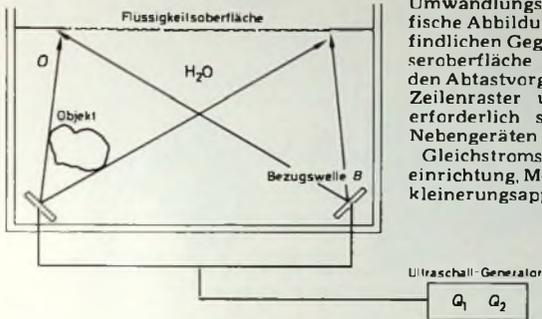

Bild 16. Anordnung zur Aufnahme eines Ultraschall-Hologramms
werden Objekte, die sich in schlecht-durchsichtigen flüssigen Medien befinden, als sichtbare Bilder dargestellt. Bei der Ultraschall-Holografie, von der hier die Rede sein soll, verwendet man einen Ultraschall-Generator mit zwei Schwingquarzen  $Q_1, Q_2$  – die zum Beispiel auf der Frequenz von 10 MHz schwingen – als Schallgeber. Bild 16 zeigt eine solche Anordnung zur Auf-
nahme eines Ultraschall-Hologramms. Der eine Quarz speist das Objekt und erzeugt die akustische Objektwelle (O), der andere dient als Bezugswelle (B). Um daraus ein Schallwellenfeld zu erzeugen, bedarf es eines Flüssig-Mediums. Daher muß das Objekt zu dem im Bild 16 gezeigten Versuch in ein Wasserbad gesetzt werden. Auf der Wasseroberfläche bilden sich dann Interferenzfiguren, welche die Intensitätsstruktur des Schallwellenfeldes getreu wiedergeben, die nach einigen Umwandelungsschritten eine holografische Abbildung des unter Wasser befindlichen Gegenstandes auf der Wasseroberfläche entstehen lassen. Für den Abtastvorgang ist ein Gaslaser, ein Zeilenraster und ein Linsensystem erforderlich sowie eine Reihe von Nebengeräten wie Verstärker, eine Gleichstromsignalunterdrückungseinrichtung, Modulatoren und ein Verkleinerungsapparat.